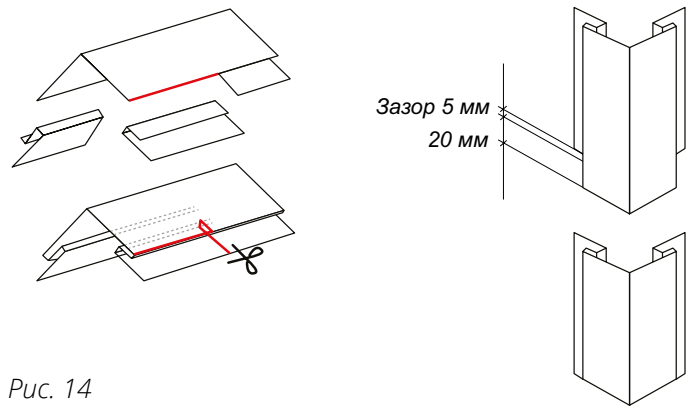

Рис. 14
- Если фасад выше высоты угловых и стыковочных планок, производится их наращивание с нахлестом около 20 мм, по направлению снизу – вверх. Для этого отрежьте 25 мм от крепежного отгиба верхней планки, оставив лицевую часть (рис. 14).